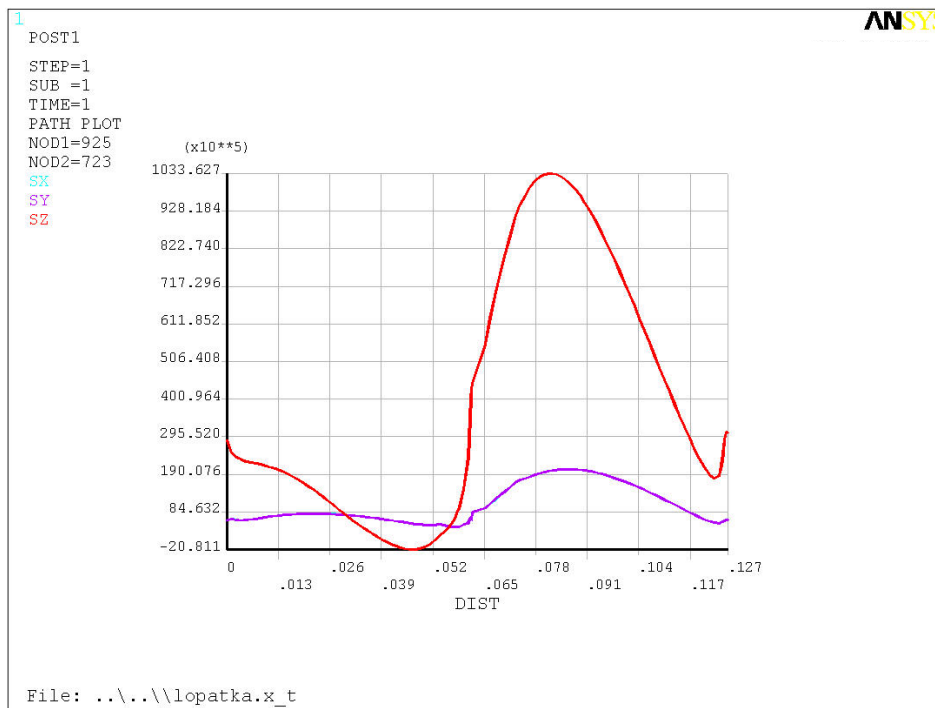

Рис. 8.10. Графики изменения напряжений по втулочному сечению
- 4) Выведет на экран графики напряжений: **General Postproc** → **Plot Path Item** → **On Graph** (см. рис. 8.10.);